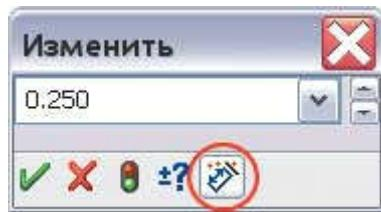

Рис. 2. Пометить размер для импорта в чертеж
**Отображение размера.** На стадии 3D-моделирования можно указать, что размер не будет отображен на чертеже. Для этого измените выбранную по умолчанию настройку *Пометить размер для импорта в чертеж* окна ввода значения (рис. 2).